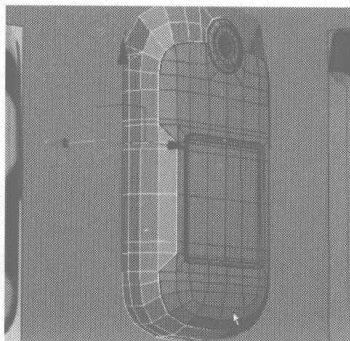
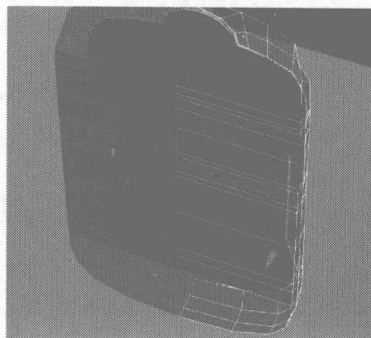
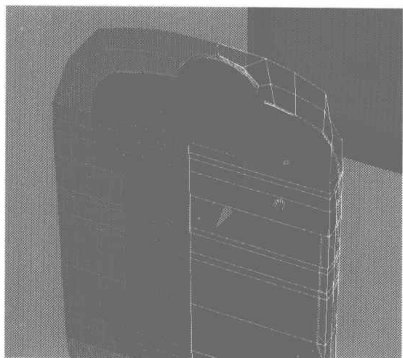
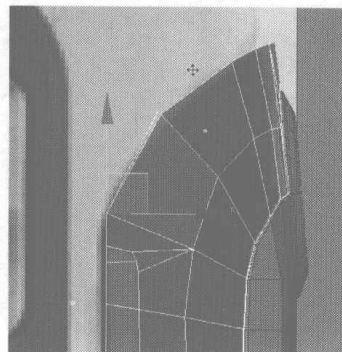

图 4.156
图 4.157
图 4.158
图 4.159
- 04** 选择如图 4.156 所示的边线, 沿 X 轴向内拉伸, 如图 4.157 所示, 拉伸出手机的内屏; 然后选择如图 4.158 所示上方的边线, 在 Left 视图中拉伸边线, 如图 4.159 所示。